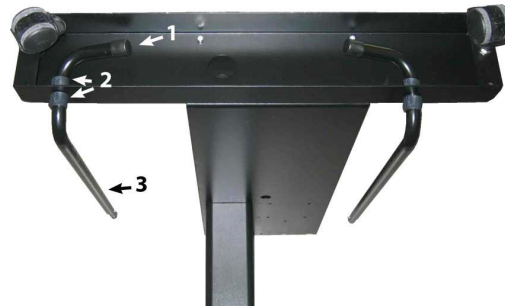

FIG 1-5
- Fixez les quatre tubes du panier comme indiqué sur la figure 1-5. Sur chaque tube, placez le capuchon (1) et deux clips (2) pour le maintenir en place. Le tube court (3) sera positionné à l'arrière du socle (du côté de la traverse).